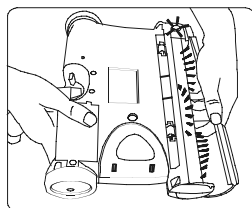

Fig. 8
4. De vez en cuando, quite la cubierta del cepillo del frente de la barredora y saque la acumulación de pelusa, pelos o fibras del cepillo giratorio. Para quitar la cubierta, agárrela por debajo, tire hacia fuera y hacia arriba hasta que se desenganche de las ranuras laterales y de las pestañas de la parte superior. (Fig. 8).